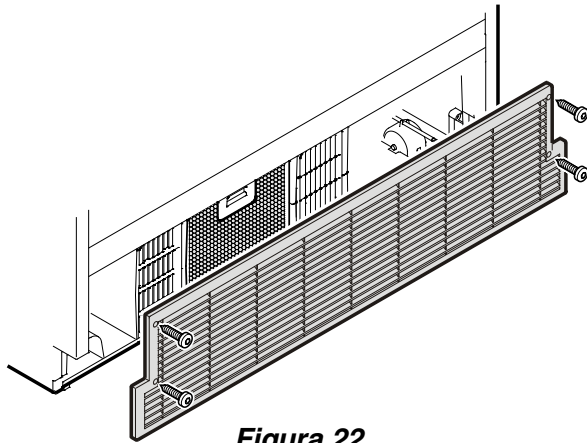

Figura 22
- Abra el cajón inferior del congelador y destornille la rejilla de aireación - **Figura 22**.